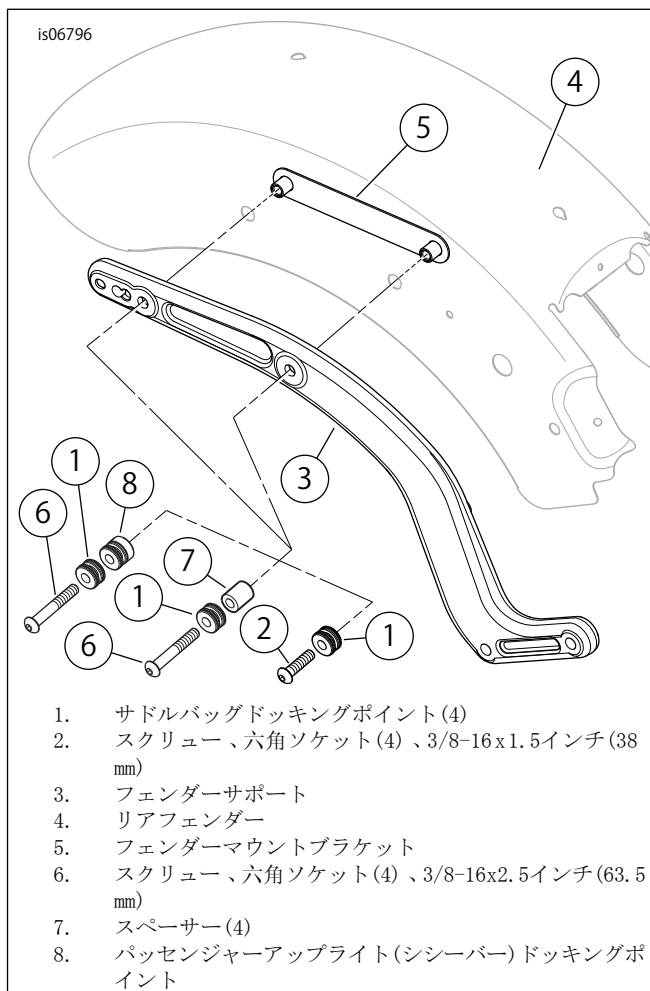

図1。FXSアッパードッキング金具の取り付け
- b. 「図1」を参照してください。ドッキングポイント(1)を各スクリュー(2)のねじ山にはめます。
- f. 「図1」を参照してください。ドッキングポイント(1)を先に、次にスペーサー(7)を各スクリュー(6)のねじ山にはめます。
- j. 「図1」を参照してください。最初にキット90200389のドッキングポイント(1)を、次にアップライトキットのドッキングポイント(8、図の位置)を各スクリュー(6)のねじ山にはめます。